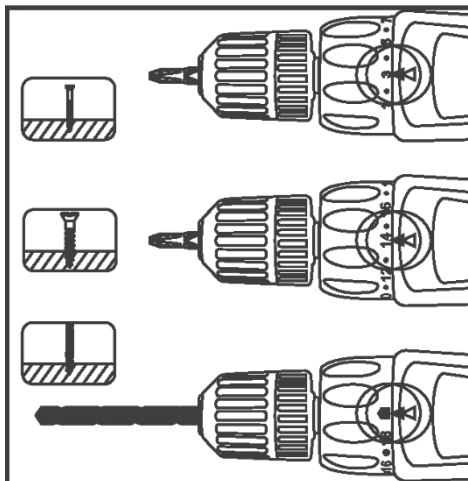

Рисунок 3
2.3.4 Для попереднього встановлення заданого моменту затягування при операціях загвинчування/вигвинчування гвинтів (саморізів) виріб забезпечений торсіонною муфтою. Задане значення виставляється за допомогою кільця регулятора моменту затягування (1) до необхідного значення через провертання кільця до фіксації його на необхідному значенні (див. рисунок 3). Перед вибором зусилля крутного моменту необхідно переконатися, що вимикач (2) знаходиться у позиції «Вимк» і патрон не обертається.